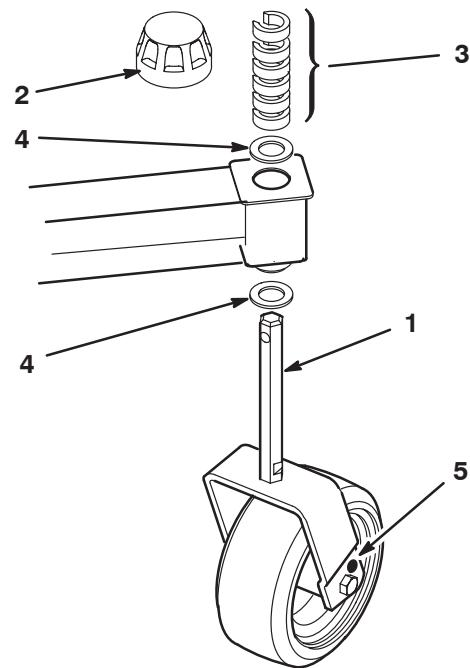

**Figure 10**
2. Elargissez les trous d'un diamètre de 11 mm pour obtenir un diamètre de 12,7 mm ou 13,1 mm de chaque côté des chapes (Fig. 10 et 11).
1. Enlevez le chapeau de tension de l'axe de pivot et sortez l'axe du bras pivotant avant. Enlevez la rondelle de l'axe de pivot. Glissez les entretoises sur l'axe de pivot pour obtenir la hauteur de coupe désirée, puis glissez la rondelle sur l'axe (Fig. 10).
2. Poussez l'axe de la roue pivotante dans le bras pivotant avant, glissez l'autre rondelle de butée et les entretoises restantes sur l'axe, puis mettez le chapeau de tension en place pour fixer l'ensemble (Fig. 10).